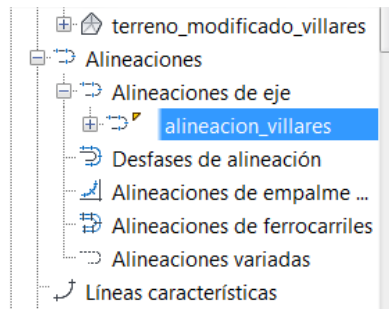

Figura 14. **Alineación** creada en el Espacio de herramientas para realizar el **perfil**.
- Comprobar que, en el Espacio de herramientas, se ha creado la nueva “**alineación_villares**” (Figura 14).